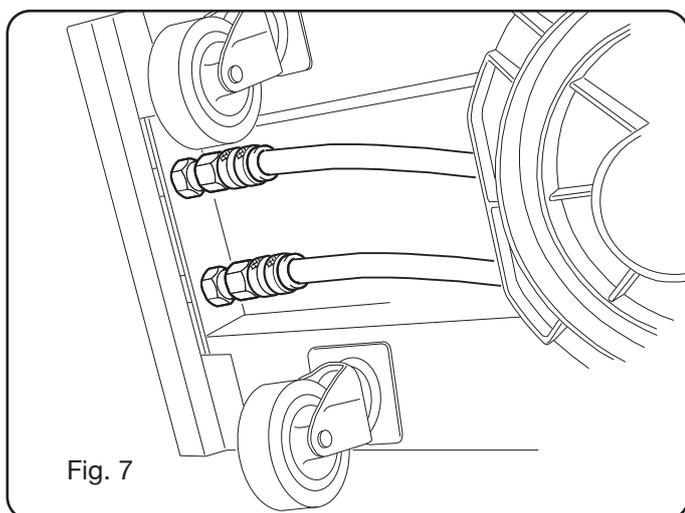

Fig. 7
- I tubi del liquido refrigerante vanno collegati agli attacchi ad innesto rapido posti sotto al fondo del carrello trainafilo (vedi Fig. 7), rispettando i colori mostrati nella parte anteriore del carrello stesso.